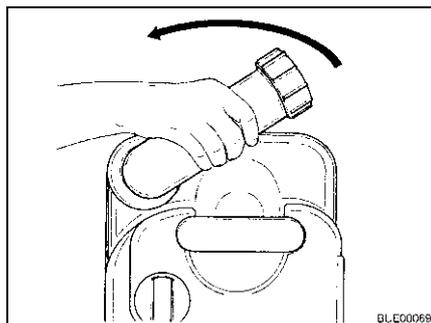

Bild 175 Entleerungsstutzen drehen
- Entleerungsstutzen nach oben drehen (Bild 175).